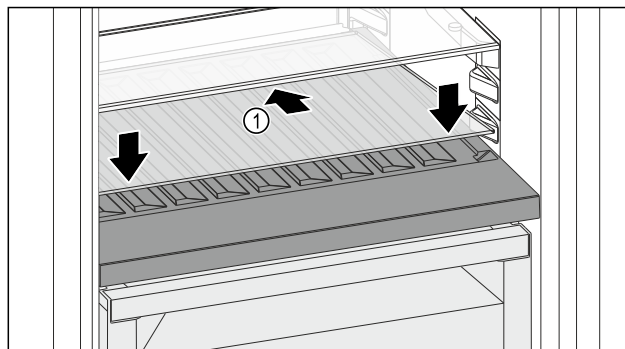

Fig. 100
- ▶ Skleněnou desku Fig. 100 (1) zasuňte šikmo a skloněnou dozadu dolů.
- ▶ Skleněnou desku Fig. 100 (1) vpředu spusťte dolů.